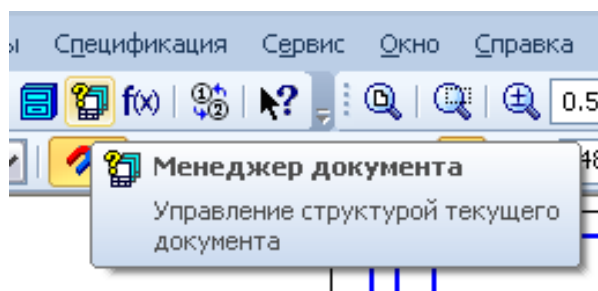
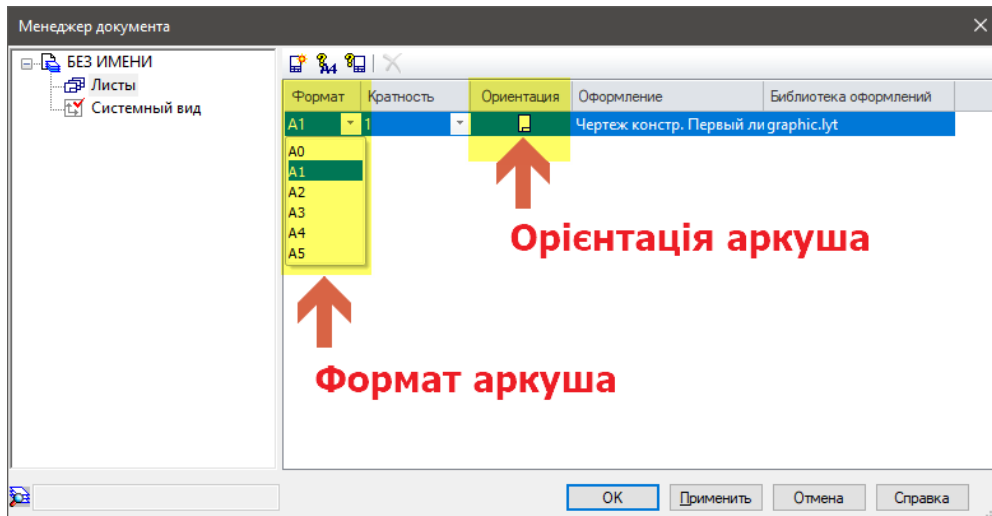

Рис. 2.2.1
Рис. 2.2.2
2. Зайти в менеджер документа (рис. 2.2.1), змінити формат А4 на А1, клацніть на значок **Орієнтація**, щоб змінити на горизонтальну орієнтацію формату А1 (рис. 2.2.2).